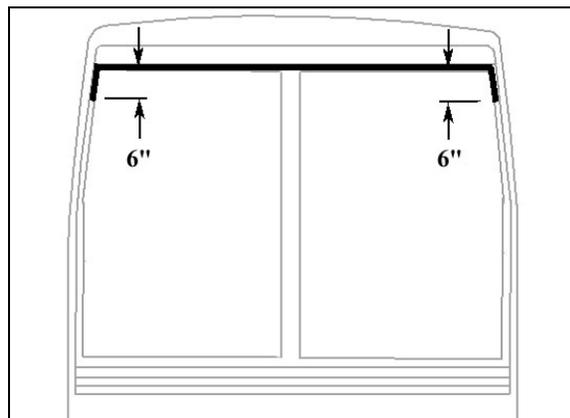

FIGURE 56: APPLICATION DE SIKA 221 GRIS
- Appliquer du Sika 221 noir (Figure 56) entre la fibre de verre et la pièce extrudée en caoutchouc.